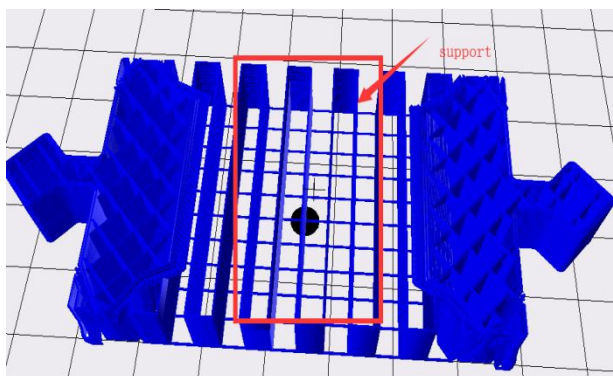
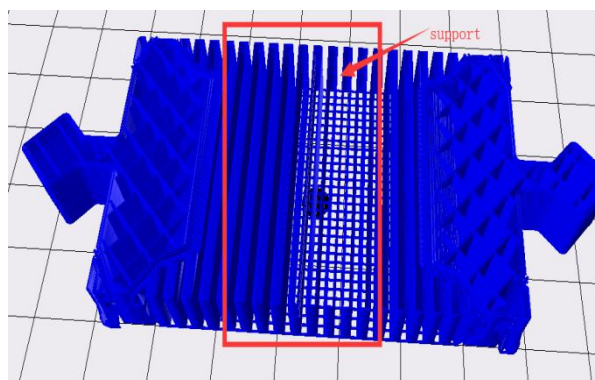

图 22, 10%支撑填充率
图 23, 30%支撑填充率
(3) 支撑填充率（%）：即支撑的填充率，决定相邻支撑填充线之间的距离，值越大，则走线越近，支撑结构越密集。填充率越高，支撑强度越高，支撑越实心，则越容易支撑住模型，但越难去除；填充率越低，支撑强度越低，则越容易去除，但对模型的支撑能力越低。图 22 与图 23 分别展示了 10% 支撑填充率与 30% 支撑填充率的情况，可以明显看到 30% 支撑填充率的支撑结构比 10% 的要密集得多。